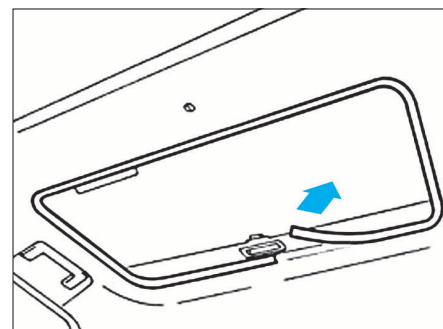

FIG. 108
• Déposer le joint intérieur (Fig.108).